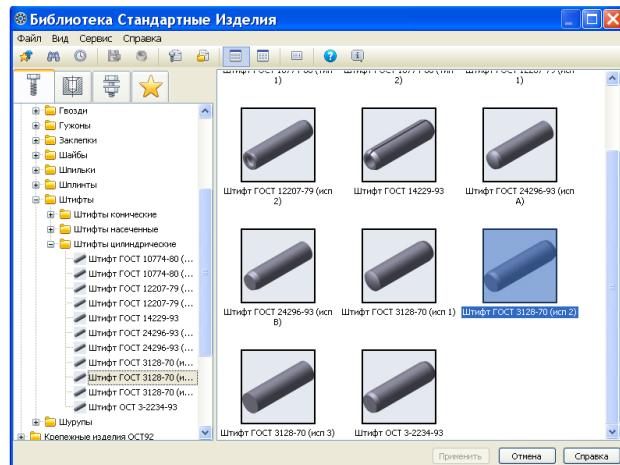

Рисунок 90.
2. Откройте «Библиотеки – Стандартные изделия», раздел «Штифты», выберите «Штифт ГОСТ 3128-70 исп. 2». Задайте геометрические параметры: Диаметр – 3мм, Длина- 20мм (рисунок 90 и 91).